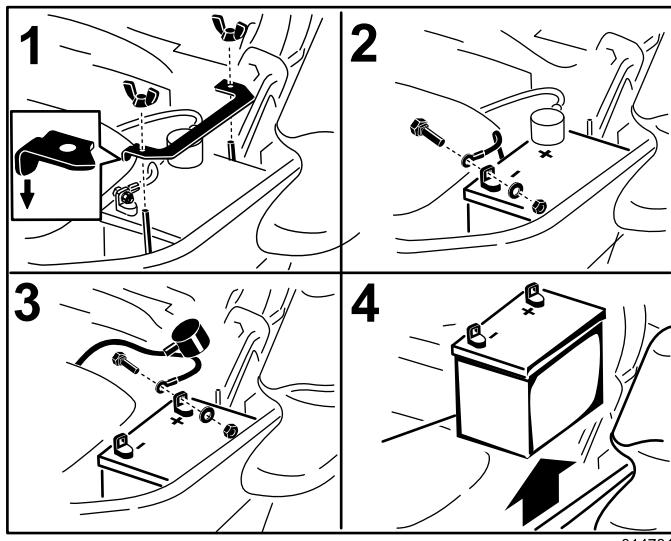

Figura 46
- Primero desconecte el cable negativo (negro) del borne negativo (-) (negro) de la batería (Figura 46).
- Retire la cubierta de goma roja del borne positivo (rojo) de la batería y retire el cable positivo (+) (rojo) (Figura 46).
- Retire la tuerca de orejeta que sujeta la abrazadera de la batería (Figura 46).
- Retire la abrazadera (Figura 46).
- Coloque la batería en la bandeja, con los bornes frente al depósito de aceite hidráulico (Figura 46).
- Fije los cables con 2 pernos, 2 arandelas, y 2 contratuerzas (Figura 46).
- Instale la abrazadera y sujetela con la tuerca de orejeta (Figura 46).